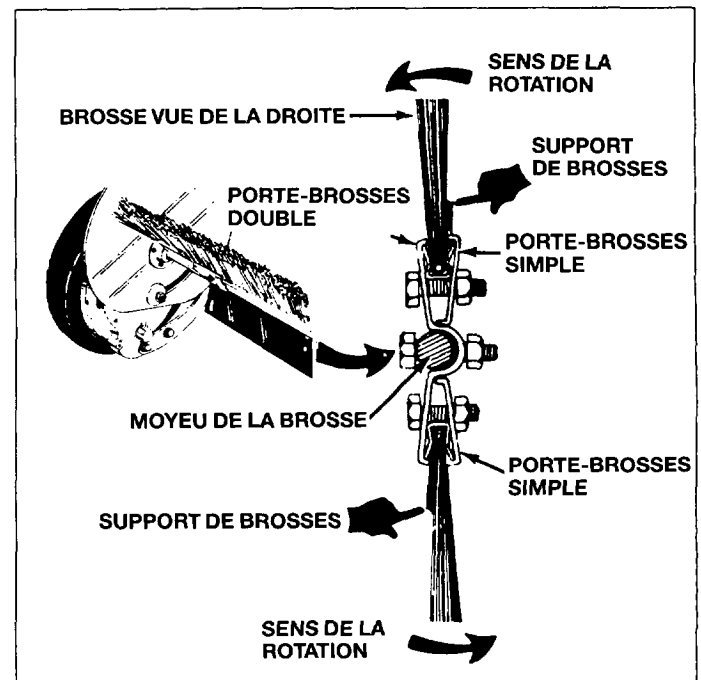

Fig. 36
4. Desserrez les vis à tête hexagonale et les écrous qui maintiennent en place le petit porte-brosses. Voir la figure 36. Poussez les brosses hors des supports et notez bien la position sur le porte-brosses.
5. Mettez en place une nouvelle brosse et vérifiez que la position du porte-brosses est la même qu'auparavant. Voir la figure 36.